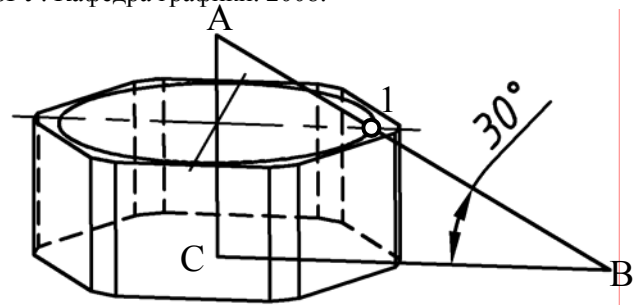

Рис. 42
- Вычертим треугольник ABC (рис. 42), таким образом, чтобы его гипотенуза AB пересекала окружность фаски (точка 1) и была наклонена под углом 30° к плоскости оснований призмы;